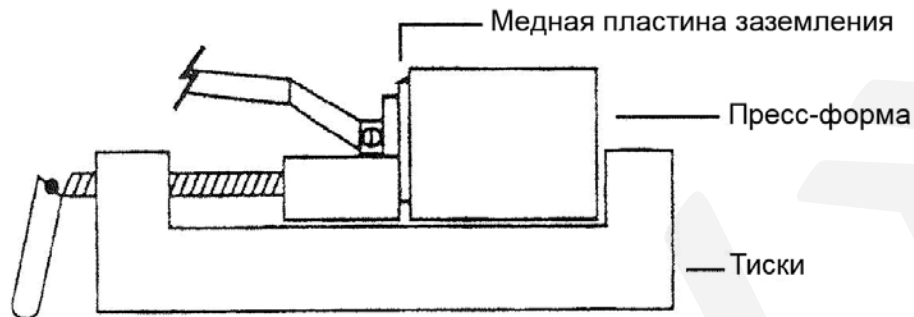

Рис. 1
- E. Установите пресс-форму на пластину заземления. Для улучшения проводимости и качества сварки расположите пластину заземления как можно ближе к свариваемой зоне. Закрепите ее стяжным болтом, магнитом или струбциной; небольшие пресс-формы и втулки следует крепить в тисках, также располагая сварочную пластину как можно ближе к свариваемой зоне. (Рис. 1).